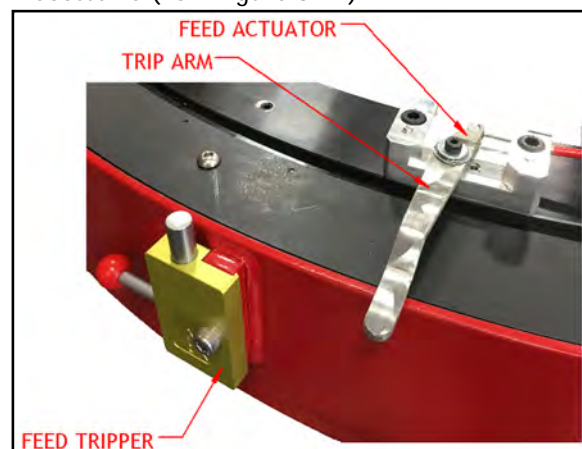

FIGURE 3-12. EMPLACEMENT DU DOIGT D'EMBRAYAGE DE L'AVANCE
1. Installez les doigts d'embrayage tel qu'il est nécessaire (voir Figure 3-12).